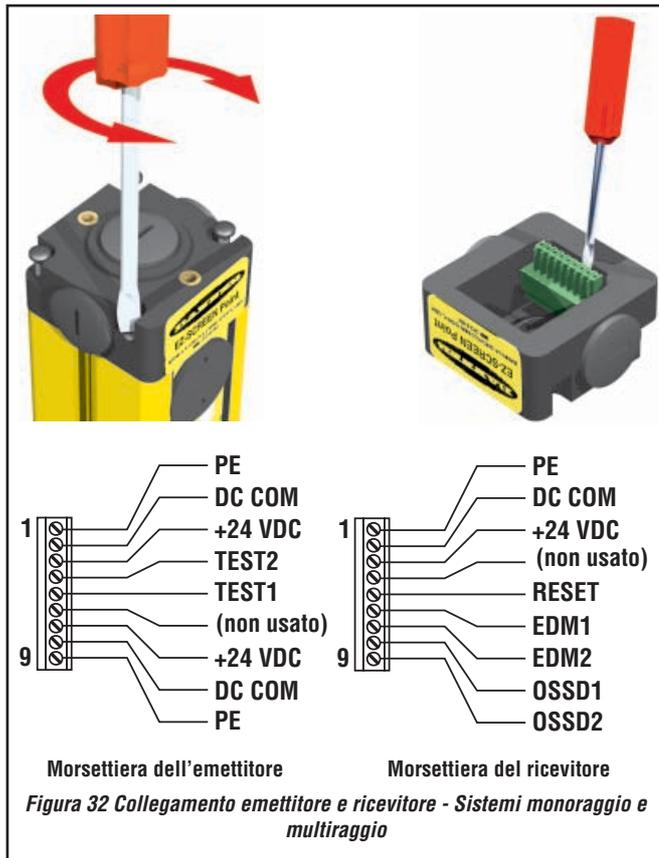

Figura 32 Collegamento emettitore e ricevitore - Sistemi monoraggio e multiraggio
Per facilitare il cablaggio, ciascun emettitore e ricevitore del sistema EZ-Screen è dotato di una morsettiera modulare estraibile all'interno della testa, sulla stessa estremità degli indicatori (vedere la **Figura 32 a pagina 36**).
- 7) Collegare i morsetti come indicato alla **Figura 32 a pagina 36**. Stringere le viti dei morsetti alla coppia consigliata di 0,22 Nm-0,25 Nm.
(vedere la Figura 32 a pagina 36)